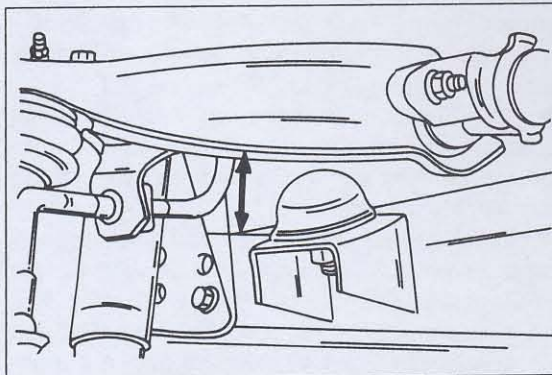

Bild 262
- Mit einem Messlineal den Abstand zwischen der Auflagefläche des Rückprallgummis zum oberen Querlenker ausmessen, wie man es in Bild 262 sehen kann. Das Mass muss 51 mm bzw. 45 mm (4WD) betragen. Falls das Mass nicht diesem Wert entspricht, wird die Einstellmutter auf dem Ankerbolzen verstellt, bis das angegebene Mass hergestellt wird. Die zweite Mutter dann mit 70 - 95 Nm gegen die Einstellmutter anziehen.